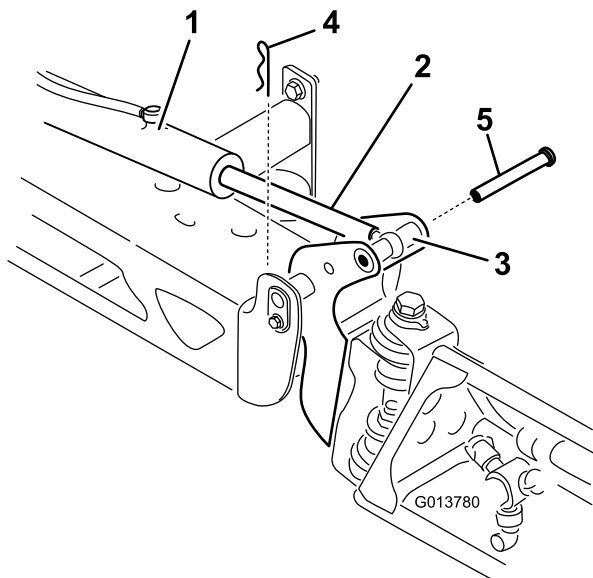

Figure 64
- Élevez la rampe et retirez l'axe (Figure 64), puis abaissez lentement la rampe au sol.
- Retirez la goupille fendue de l'axe de pivot (Figure 64).
- Tout en maintenant la rampe, insérez l'axe dans le pivot de rampe et la tige de vérin (Figure 64).